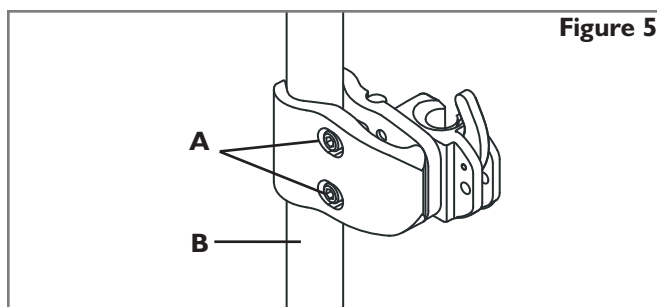

Figure 5
3. Fixez les pinces de fixation. (Fig. 5)
- a. Désserrez les vis de serrage (A) avec les clés à lèvre de 4 mm fournies. REMARQUE – pour des tubes de large diamètre, il sera peut-être nécessaire de déserrer complètement les vis de serrage.
- b. Fixez et serrez les pinces de fixation aux montants du fauteuil (B).
- c. Serrez les vis de serrage à la main (A). REMARQUE – les pinces de fixation peuvent nécessiter un réglage latéral supplémentaire pour un alignement correct.